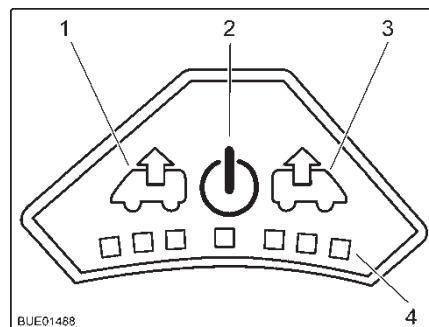

Fig. 86 Panneau de commande du ventilateur
- Mise en marche :** ■ Appuyer sur la touche Marche/Arrêt (Fig. 86,2). Le ventilateur fonction en mode confort (aération à faible vitesse de rotation).
- Pour augmenter la vitesse de rotation du ventilateur, appuyer sur la touche Ventiler (Fig. 86,1). La vitesse de rotation du ventilateur augmente d'un niveau de puissance dans le sens de l'échappement. Les DEL (Fig. 86,4) montrent les niveaux de puissance.
- Pour réduire la vitesse de rotation du ventilateur, appuyer sur la touche Aérer (Fig. 86,3). La vitesse de rotation du ventilateur diminue d'un niveau de puissance.
- Pour augmenter la vitesse de rotation du ventilateur, appuyer sur la touche Aérer (Fig. 86,3). La vitesse de rotation du ventilateur augmente d'un niveau de puissance dans le sens de l'aération. Les DEL (Fig. 86,4) montrent les niveaux de puissance.
- Pour réduire la vitesse de rotation du ventilateur, appuyer sur la touche Ventiler (Fig. 86,1). La vitesse de rotation du ventilateur diminue d'un niveau de puissance.
- Appuyer sur la touche Marche/Arrêt (Fig. 86,2). Le ventilateur s'arrête, les DEL s'éteignent.